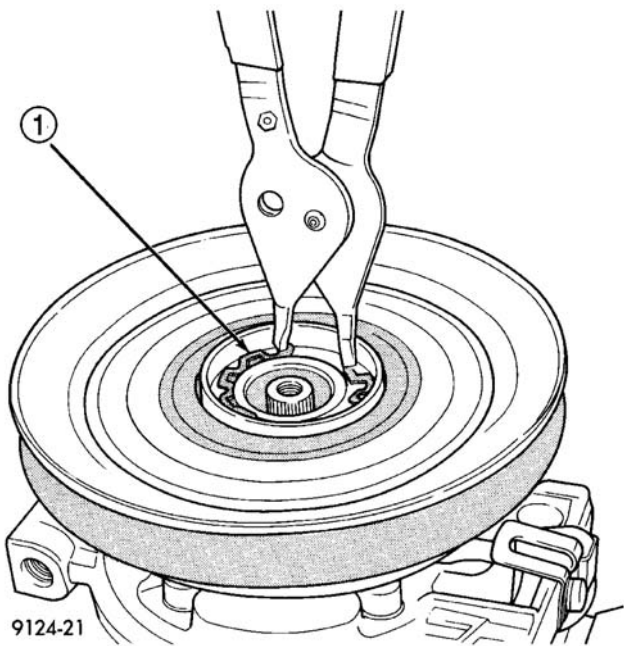

图 14 拆卸离合器皮带轮卡环
- （10）用一卡环钳（专用工具C—4574或类似工具），卸下将皮带轮紧固到压缩机前盖罩上的外部卡环，然后将皮带轮从压缩机上滑下（图14）。